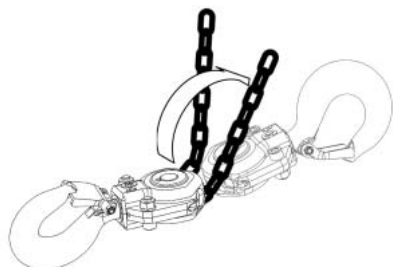

図11
(32) 玉掛け用具はフックに正しく掛けてください。
(33) 巻上げは、ロードチェーンまたは玉掛け用具が張ったところで一度停止してください。
(34) ロードチェーンの掛け数が2本以上の場合は、下フックがロードチェーンの間をくぐってトンボ返りした異常状態になっていないか確認してください。図11
(35) 本体・ロードチェーンに砂などがたい積しないように常に清掃してください。
(36) 作業に対し揚程が十分であることを確認してください。